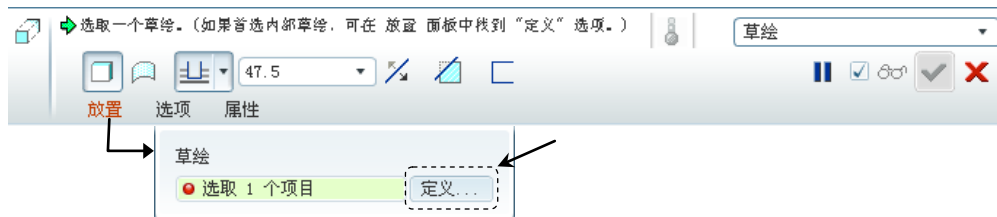
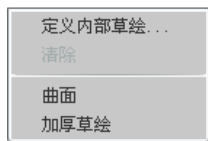
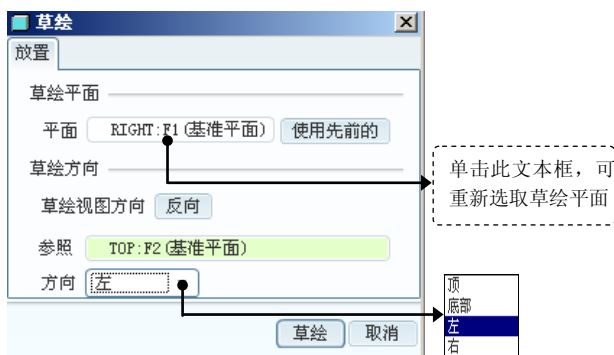
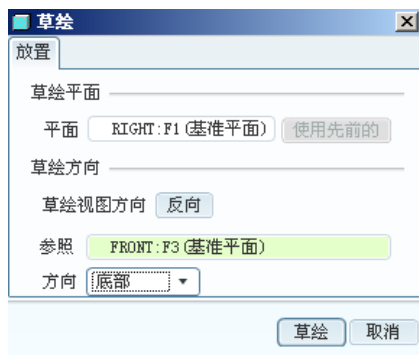

图 5.2.12 “拉伸”特征操控板
图 5.2.13 快捷菜单
图 5.2.14 “草绘”对话框
图 5.2.16 “草绘”对话框
Step1. 选取命令。单击图 5.2.12 所示的“拉伸”特征操控板中的按钮，再在弹出的界面中单击按钮（也可在绘图区中按下鼠标右键，直至系统弹出图 5.2.13 所示的快捷菜单时，松开鼠标右键，选择命令），系统弹出图 5.2.14 所示的“草绘”对话框。
方法一: 在“草绘”对话框中单击 **反向** 按钮, 如图 5.2.14 所示。
指定参照平面的方向, 即指定参照平面的放置方位, 参照平面可以朝向显示器屏幕的 **顶部** 或 **底部** 或 **右侧** 或 **左侧**, 如图 5.2.14 所示。
- 这里要注意图形区中的 TOP (顶)、RIGHT (右) 和图 5.2.14 中的 **顶**、**右** 的区别。模型中的 TOP (顶)、RIGHT (右) 是指基准平面的名称, 该名称可以随意修改; 图 5.2.14 中的 **顶**、**右** 是草绘平面的参照平面的放置方位。
- 完成 Step2 操作后, 当系统获得足够的信息时, 系统将会自动指定草绘平面的参照平面及其方向 (如图 5.2.14 所示), 系统自动指定 TOP 基准平面作为参照, 自动指定参照平面的放置方位为“左”。
① 指定草绘平面的参照平面。完成草绘平面选取后, “草绘”对话框的 **参照** 文本框自动加亮, 选取图形区中的 FRONT 基准平面作为参照平面。
② 指定参照平面的方向。单击对话框中 **方向** 文本框后的  按钮，在弹出的图 5.2.14 所示的列表中选择 **底部** 选项。完成这两步操作后，“草绘”对话框的显示如图 5.2.16 所示。
(4) 单击对话框中的 **草绘** 按钮，系统进入草绘环境。